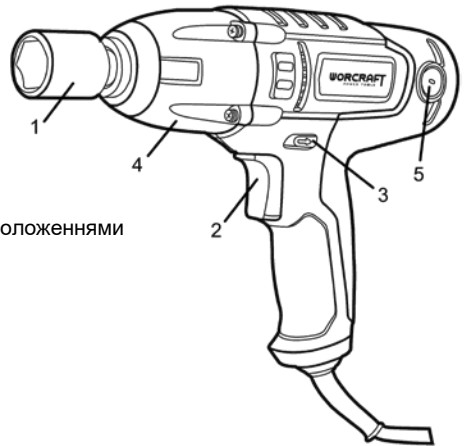

Рисунок 1
4.2 Встановіть необхідну торцеву головку (1, рисунок 1) у квадратний універсальний тримач.
4.3 Встановіть перемикач реверсу (3, рисунок 1) в необхідне положення для обраного характеру виконуваної операції.
4.4 Для ввімкнення виробу натисніть пускову клавішу (2, рисунок 1) до положення, яке відповідає необхідній швидкості обертання торцевої головки.